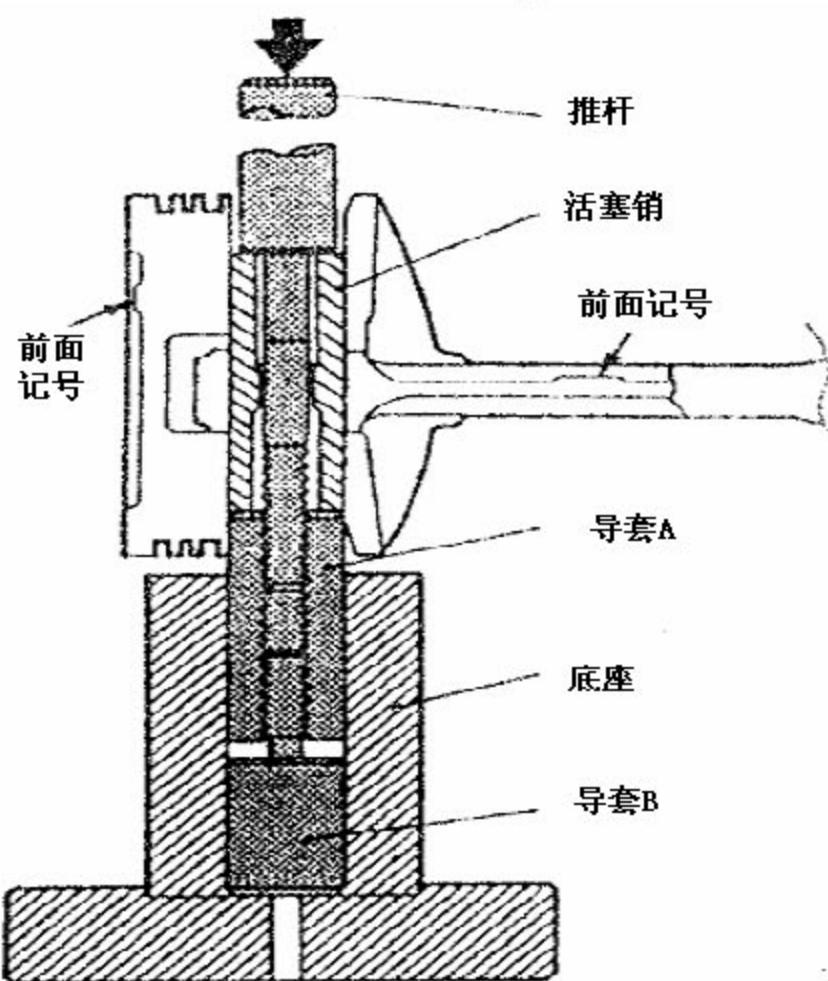

图 3-46
- h).如图 3-46 在活塞前面记号向下的状态下将活塞和连杆装到活塞销安装底座上。